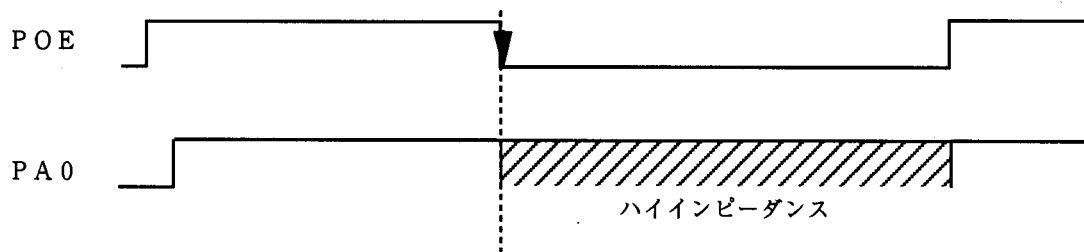

図1 端子の出力遮断動作ブロック図
(1) 図1に示すようにPOE端子にLOWレベルを入力した時、PA0端子の出力を遮断します。